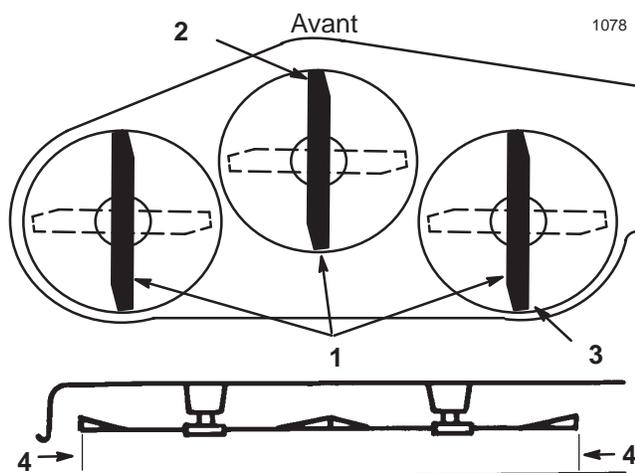

Figure 41
- Réglez la hauteur de coupe à 76 mm (3 po) et tournez les lames avec précaution dans le sens longitudinal (Fig. 41).
- Mesurez la distance entre la pointe de la lame avant (Fig. 41) et la pointe de la lame arrière par rapport à la surface plane. Si la pointe avant de la lame n'est pas de 1,6 à 7,9 mm (1/16 à 5/16 po) plus basse que la pointe arrière, réglez les tourillons avant.
- Lorsque les deux tourillons sont réglés de la même manière, fixez les chapes en place à l'aide des goupilles fendues. Vérifiez de nouveau l'inclinaison avant/arrière. Poursuivez le réglage des chapes jusqu'à ce que la pointe avant de lame soit de 1,6 à 7,9 mm (1/16 à 5/16 po) plus bas que la pointe arrière (Fig. 41).